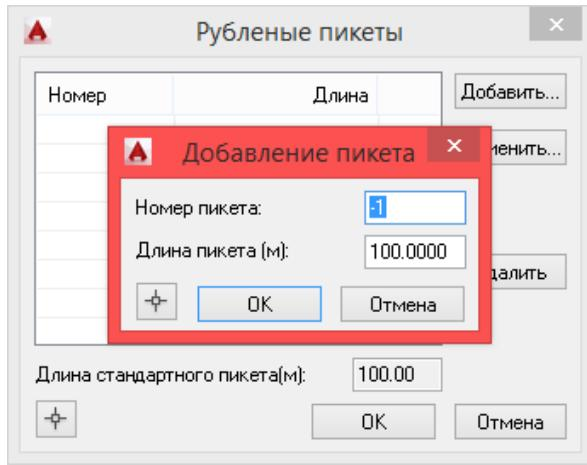

Рис. 25 Мастер оцифровки - ввод рубленых пикетов
4. Если на профиле есть рубленые пикеты, следует нажать кнопку *Рубленые пикеты* и ввести их номера и длину в *Редакторе рубленых пикетов* (см. рис. 25). Рубленые пикеты можно задавать при оцифровке первого профиля трассы, независимо от положения рубленых пикетов на трассе.